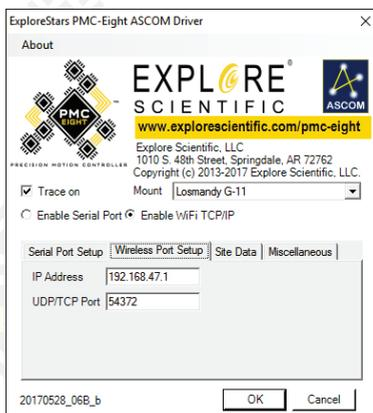

Figure 2. Explorez la fenêtre de configuration Explore Scientific PMC-Eight™ ASCOM.
19. Appuyez sur le bouton "Propriétés" et affichez la fenêtre PMC-Eight™ ASCOM Driver Configuration. (Figure 2.)